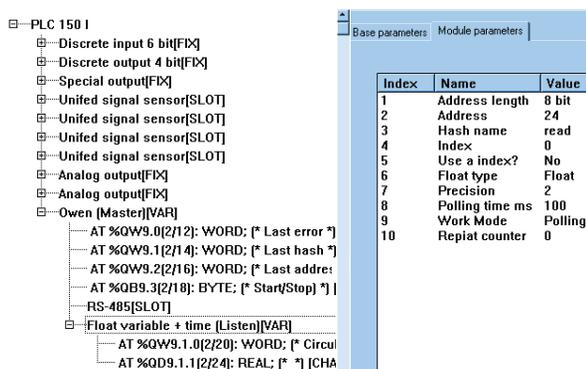
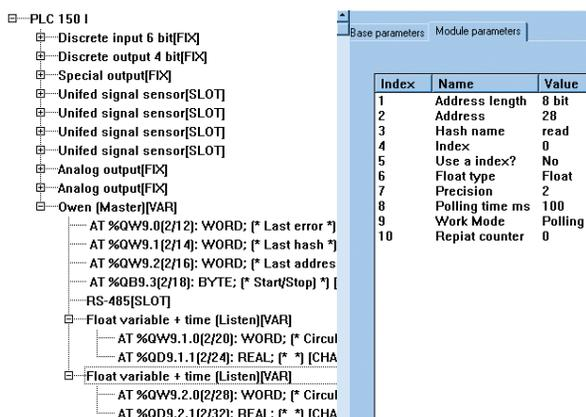

Рис. 6
Рис. 7
Выделите пункт *Float variable + time (Listen)[VAR]* (рис. 6), в правом окне выберите вкладку *Module Parameters*, в столбце *Value* установите значения параметров,
как это показано на рис. 6. В параметре *Address* задайте адрес модуля МВА8, который должен быть кратным восьми (8, 16, 24 или 32). На рис. 6 адрес модуля равен 24. Адрес является переменной с сетевым адресом 24. В соответствии с протоколом ОВЕН этот же адрес (24) будет у первого канала модуля (первый канал имеет адрес прибора, второй – адрес прибора плюс единица и так далее).
Для примера подключим пятый вход модуля МВА8. Для этого в правом окне выберите вкладку *Module Parameters*, в столбце *Value* введите значения параметров, как это показано на рис. 7. Обратите внимание, что по сравнению с рис. 6 изменилось значение только одного параметра – *Address*, равное 28.